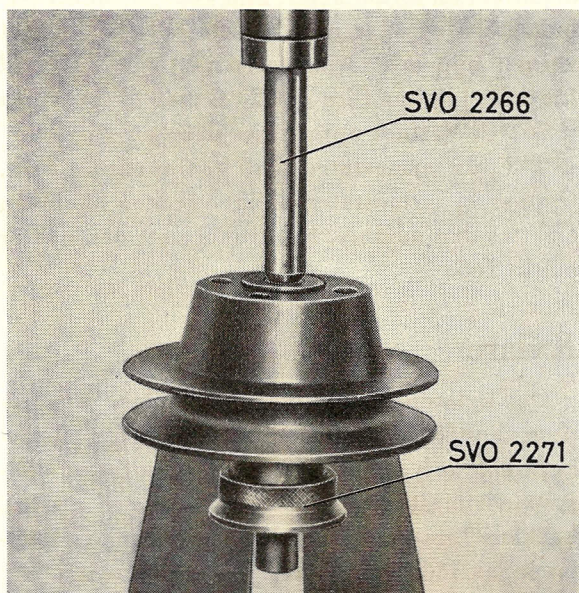

Bild 105.
3. Tag bort avkastarringen. Placera fixtur SVO 2271 i pressen med den större diametern nedåt. Pressa ned axeln med dorn SVO 2266 genom fixturen varvid remskiva, kullager och distanshylsa blir fria, se bild 105.
2. Sätt på distanshylsan, vänd axeln och pressa på det andra kullagret med fixtur SVO 2271 som underlägg. Kullagret vändes så att den öppna sidan är riktad mot distanshylsan. Fixturen placeras som på bild 105 och pressdornen ansättes direkt mot remskivan. Montera smörjkoppen i huset.